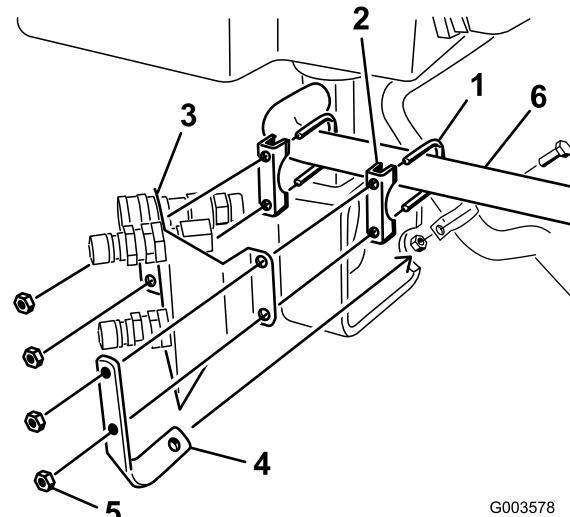

Figura 9
2. Montate la staffa di ritegno per flessibile e la staffa di accoppiamento sui morsetti della marmitta. Non serrate i dadi a questo punto. Per montare i tubi idraulici la staffa di accoppiamento non deve essere fissata saldamente (Figura 9).